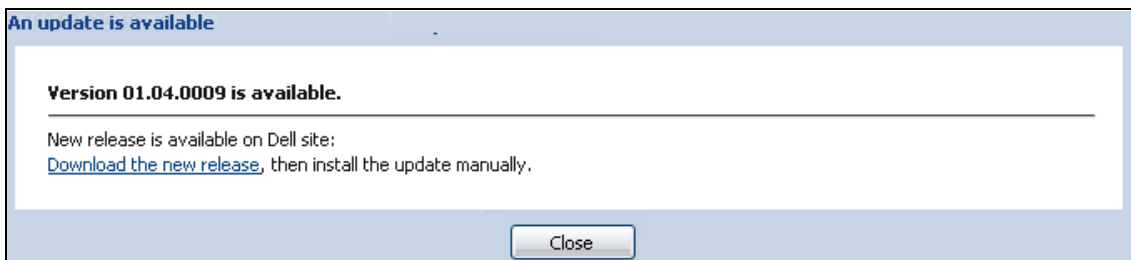

Abbildung 60. Nachricht zur Aktualisierung der Anwendungen
- 3 Klicken Sie im Bereich zur Aktualisierung der Anwendung auf **Update** (Aktualisieren) (siehe Abbildung 60).